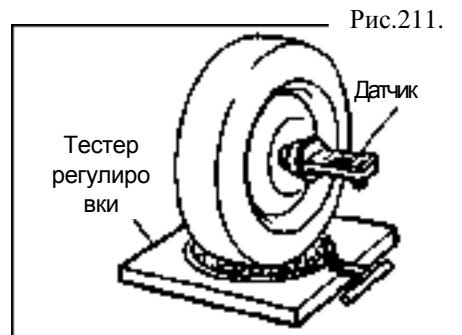

Рис.211.
6. Проверка развала, продольного наклона и наклона рулевого вала (рис.211).